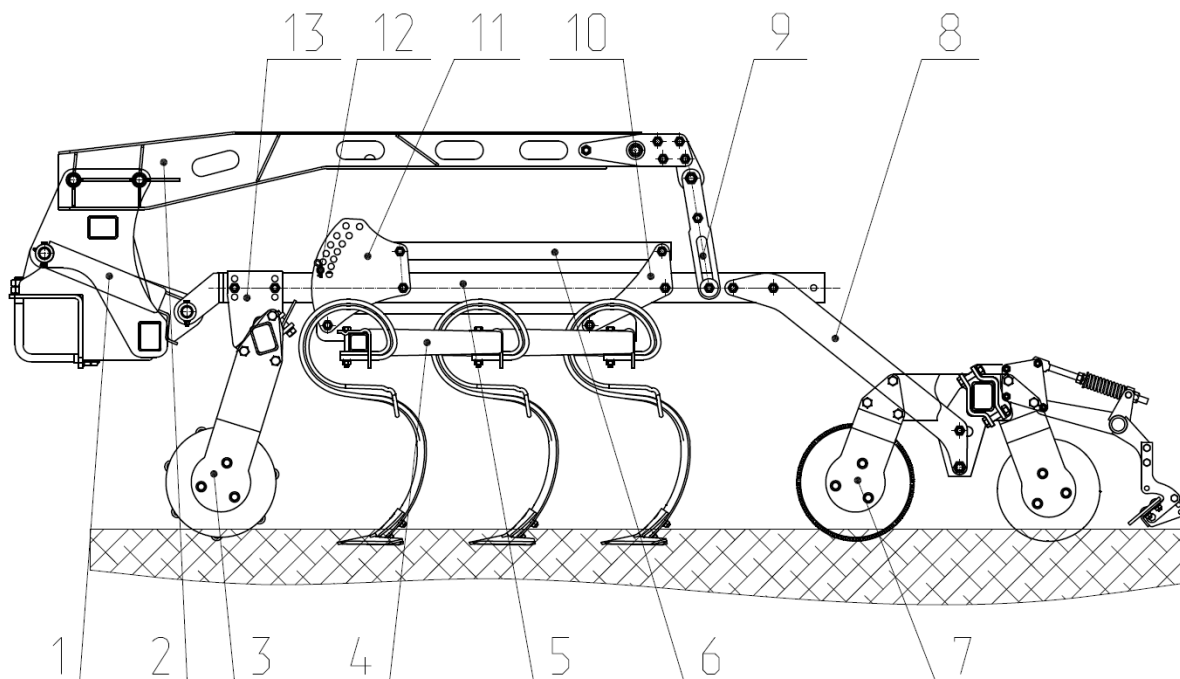

Рис.9 Секция рабочих органов КБП 02.000.
2.7 Секция рабочих органов (рис.9, 10) предназначена для выполнения основной технологической операции культивация, выравнивание, прикатывание почвы. Секция